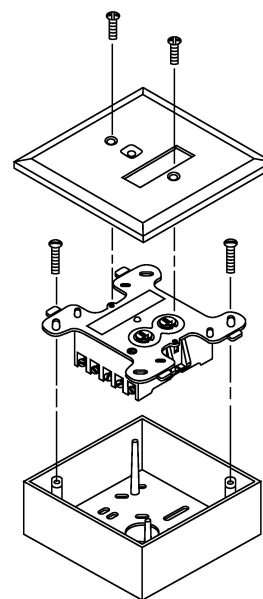

Рис. 2. Установка модуля в монтажную коробку
Модули M512ME устанавливаются в монтажные коробки размером 102x102 мм и глубиной не менее 54 мм (рис. 2), или в монтажные коробки SMB500 при поверхностном монтаже. Кроме того, до 8 модулей System Sensor стандартного размера (M512ME, M500ME, M500CHE или M500XE) могут быть смонтированы на панели для модулей System Sensor MB500. Что обеспечивает легкую установку на стандартные 19 дюймовые шасси.
3. Закрепите модуль в монтажной коробке, как показано на рис. 2.